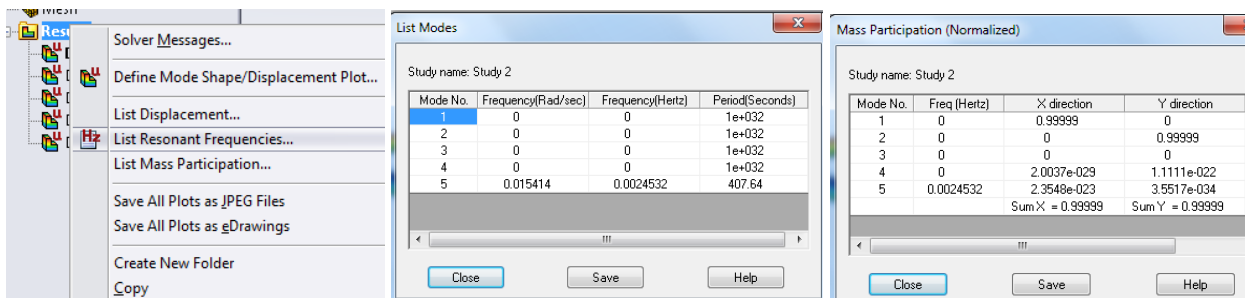

Рис. 3.2.5. Список резонансних частот
9. Клацніть правою клав'яшою мишки на папці з результатами чи папці **Deformation** (Деформація) виберіть пункти меню **List Resonance Frequencies**(Список резонансних частот) та **List Mass Participation** (Список применяемых масс) – рис. 3.2.5. Випишіть з даних діалогових вікон частотні характеристики досліджуваного об'єкта.